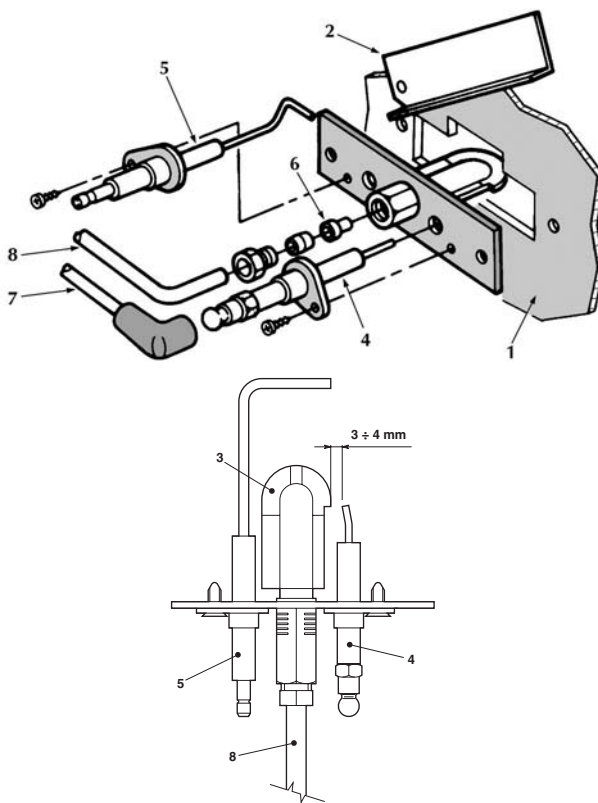

рис. 21 - Пилотная горелка
- Электроды не должны иметь накипи и быть правильно установленными (см. рис. 21).